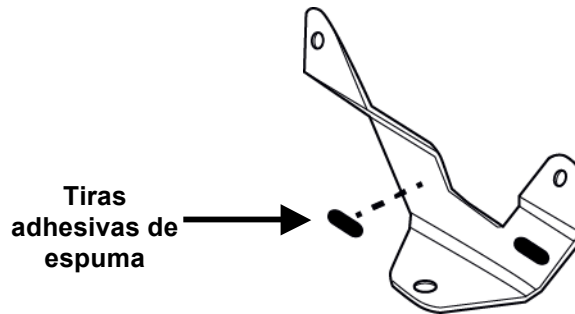

Figura 1
2. Coloque las dos tiras adhesivas de espuma en el soporte de reubicación, como se muestra en la Figura 1.